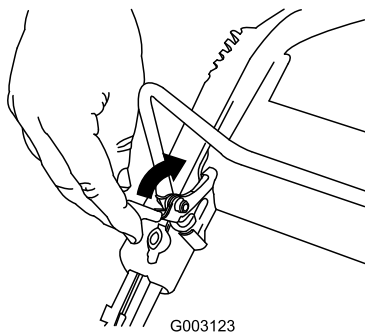

Рисунок 14
1. Оттяните фиксатор штанги управления (Рисунок 14).